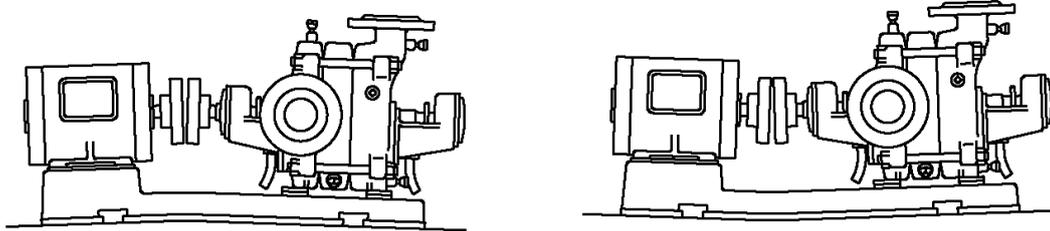

図7 据付時の軸芯のずれ
- (1) 配線は図 7 又は電動機のターミナルボックス内ぶたに表示された結線図又は電動機に附属された取扱説明書に従い、行ってください。